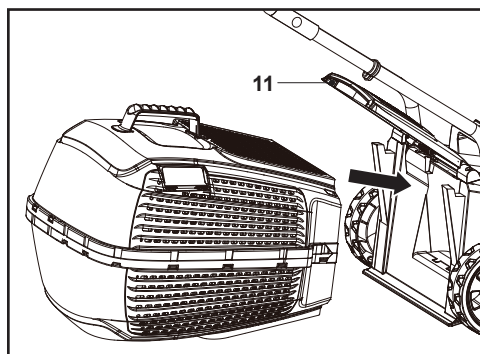

Fig. 5
4. Avant de monter le bac de ramassage sur la tondeuse à gazon, il faut s'assurer que le moteur est éteint et que la lame ne tourne pas. Le bac à herbe doit être fixé aux deux crochets de la tondeuse à gazon. Ouvrir le déflecteur d'herbe (11) d'une main et fixer le bac de ramassage de l'autre main, comme illustré sur la Fig. 5. Le déflecteur d'herbe est maintenu sur le bac de ramassage par un ressort.